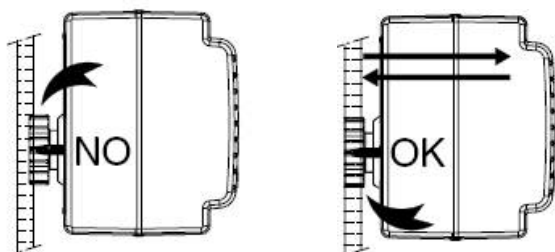
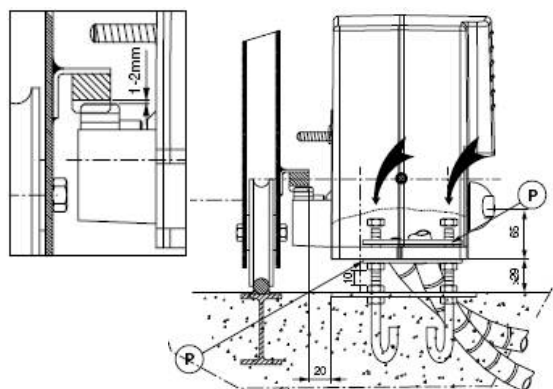

рис.11
рис.7
- Подождите, пока бетон затвердеет, затем закрепите редуктор на пластине с помощью приложенных гаек и винтов как указано на рис.7.
- Установите две верхних пластины Р (рис. 7) и закрутите четыре блокировочных гайки моторедуктора.
- Начало линейки расположите у зубчатого колеса Р и закрепите точечной сваркой или винтами на створке (рис. 11); сдвиньте створку вручную полностью по своей длине и проделайте такую же операцию в конце линейки; звездочка не должна выходить из зацепления с зубчатым колесом. Приварите линейки полностью.
- Если движение створки не прямолинейно, отцентрируйте крепежи линейки по отношению к звездочке вставками (рис. 11).
Отрегулируйте высоту моторредуктора так, чтобы образовался зазор приблизительно 2 мм между звездочкой и линейкой (рис. 7). Для этого отвинтите приблизительно по 2 мм четырех гаек М10 под моторредуктором и, затем зафиксируйте 4 верхних гайки. Убедитесь в параллельности и центровке звездочка- линейка (рис. 11).